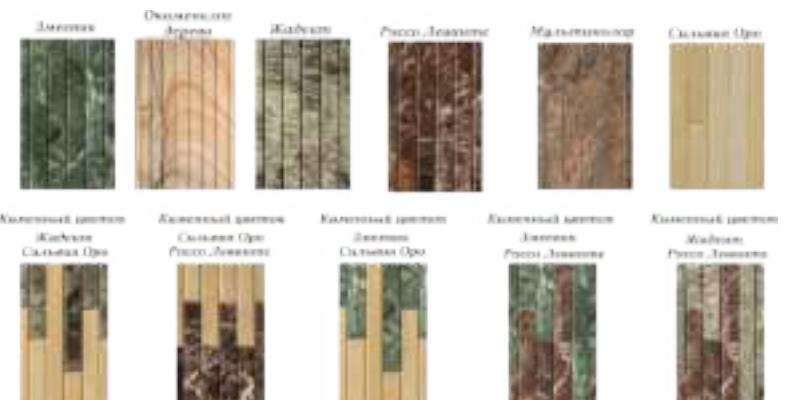

Рисунок 3.3. Аксессуары
3.3. Аксессуары для банных печей серии «Ламель» (рис. 3.3.):